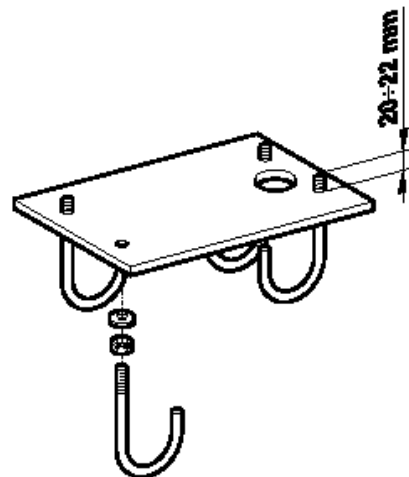

рис.2
- 1) Подготовьте плиту основания, как показано на Рис. 2.